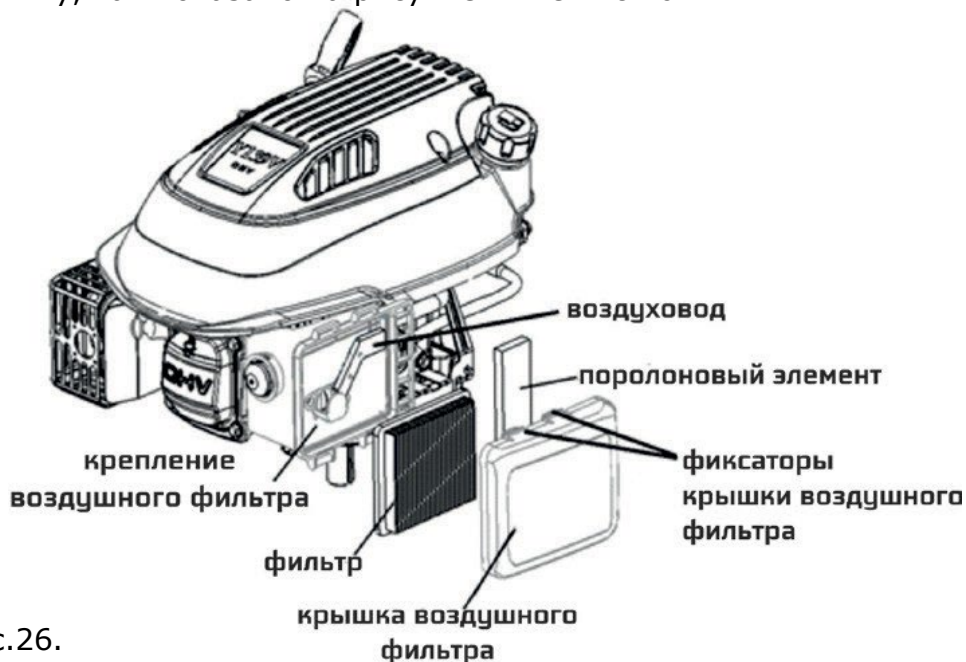

Рис.26.
5. Убедитесь, что все детали установлены правильно и закройте крышку, как показано на рисунке ниже Рис.26.